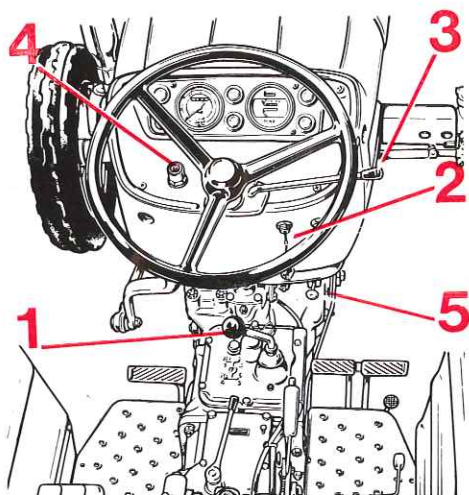

FIG. 30
- 1° Comme pour la pompe Bosch, dévisser d'environ 2 tours la vis de purge du premier filtre (1) et actionner le levier de la pompe d'alimentation jusqu'à ce que le combustible s'écoule sans bulle d'air et revisser le bouchon (1).
- 2° Purger de façon analogue le deuxième filtre à combustible (2).
- 3° Ouvrir les vis (3) du couvercle du régulateur et (4) de la tête hydraulique. Purger d'air et resserrer la vis (4) de la tête hydraulique.
- 4° Desserrer les raccords (5) côté injecteurs sur au moins deux tuyauteries ; amener la manette d'accélération en position maximale et actionner le démarreur à plusieurs reprises d'une durée d'une dizaine de secondes chacune en appuyant à fond sur le bouton (5 fig. 30) jusqu'à ce que le combustible s'écoule sans bulle d'air par les raccords des injecteurs.
- 5° Bloquer les raccords des injecteurs, mettre le moteur en route et ne serrer la vis du couvercle du régulateur (3) que lorsque le combustible s'écoulera sans bulle d'air.